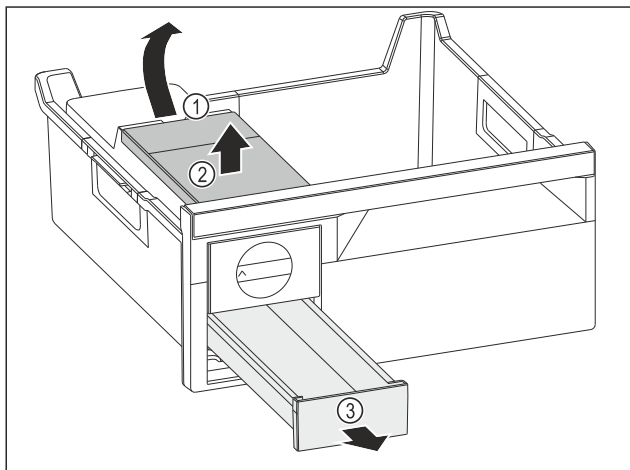

Fig. 86
- ▶ Udtagning af vandtank: Løft vandtanken i udsparingen Fig. 86 (1).
- ▶ Tag vandtanken Fig. 86 (2) op og ud.
- ▶ Tag isterningseskuffen Fig. 86 (3) frem og ud.